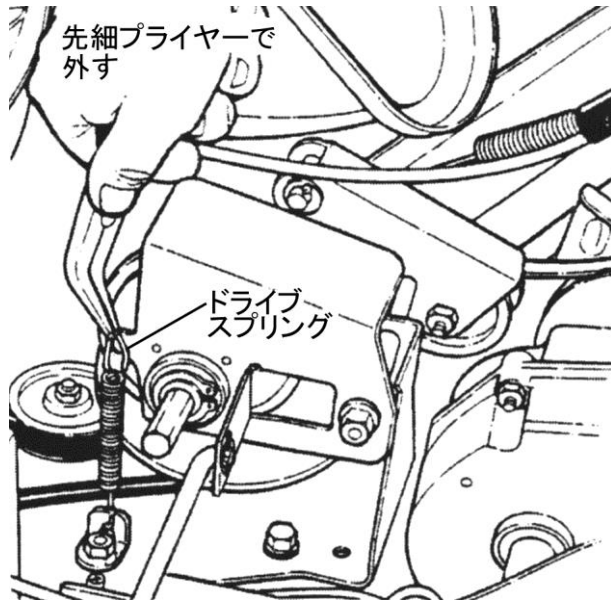

図6-6
① 駆動ディスクと従動ディスクの清掃
② ドライブ・スプリングの修理と交換
- ドライブ・スプリングは従動ディスクを駆動ディスクに押し付けています。ドライブ・スプリングが伸びてゆるんだり、破損したときは交換してください。(次ページ図6-6)